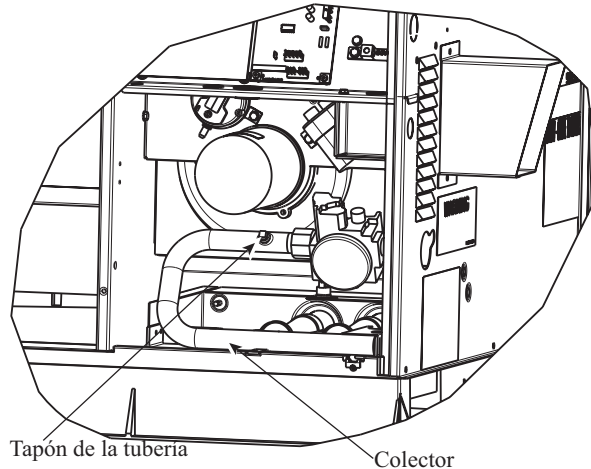

Fig. 11 – Conjunto del quemador
2. Retire el tapón de la tubería del múltiple (consulte la Fig. 11) y conecte el manómetro. Active el suministro de gas de la unidad.
- Desactive todo el suministro de gas de la unidad. Quite el manómetro de la toma de presión y vuelva a colocar el tapón de la tubería en el múltiple (consulte la Fig. 11). Active el gas y compruebe si hay fugas